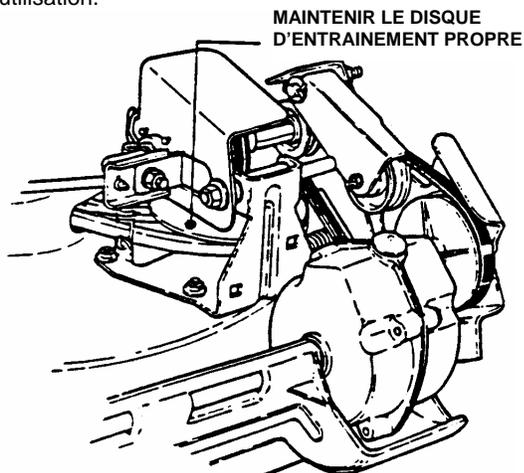

FIGURE 3.3
**NOTE :** Ne renversez pas d'huile sur le disque menant. Voir figure 3.3.